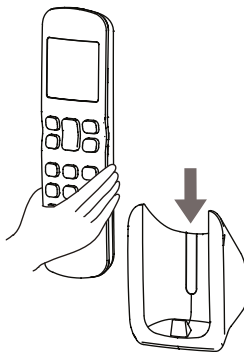

Fig. 2.5
- 3) Inserire il controller a distanza nel supporto dall'alto e farlo scorrere (vedere la Fig. 2.5).